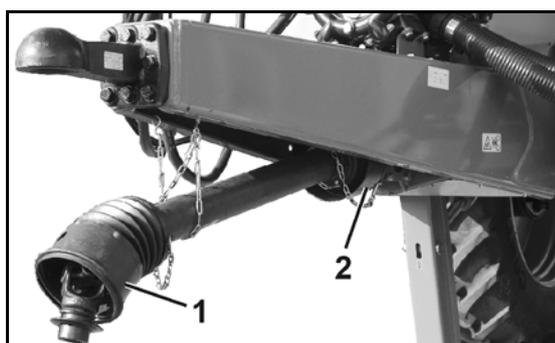

Fig. 12
- Fig. 12/...
(1) Protection d'arbre à cardan
(2) Bol de protection côté machine